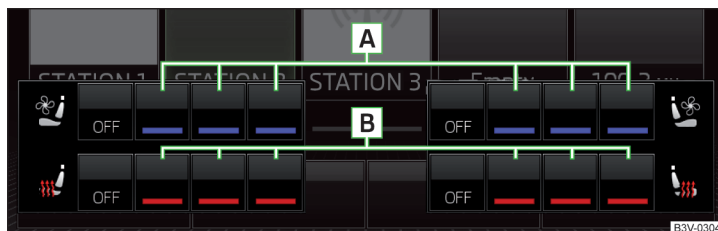

Fig. 83 Pantalla del Infotainment: Calefacción y ventilación encendida de los asientos delanteros con el nivel máximo de calefacción y ventilación
► Presionar la tecla **🔥** y/o **❄️** en la unidad de mando de la climatización. En la pantalla del Infotainment se muestra un menú para el manejo de la calefacción y ventilación de los asientos delanteros » fig. 83.